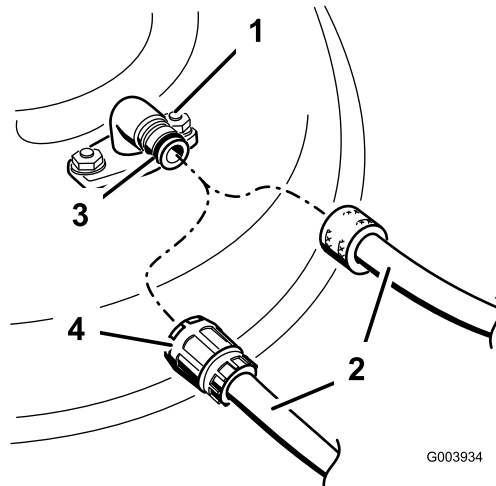

Bild 69
3. Montieren Sie die Schlauchkupplung auf die Kupplung am Mähwerk-Spülanschluss und drehen Sie das Wasser mit starkem Druck auf (Bild 69).